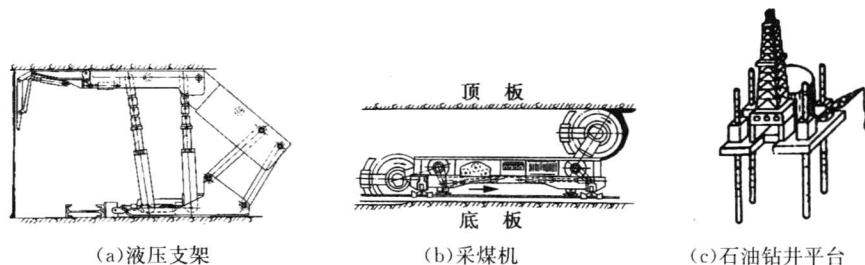

图 1-7
(7)用于煤炭与石油等能源的开采(图 1-7)。如煤矿液压支架、液压采煤机、石油钻井平台等,在能源工业中显神威。